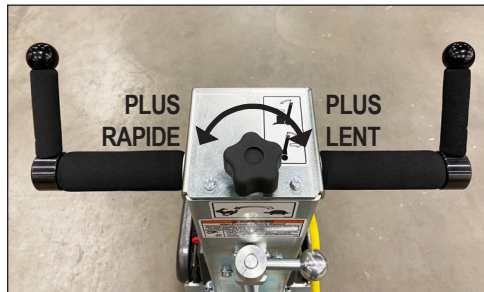

FIG. 9
### Contrôle de vitesse (Figure 9)
3. Tourner le bouton de la commande de vitesse sur la position la plus lente (Figure 9).